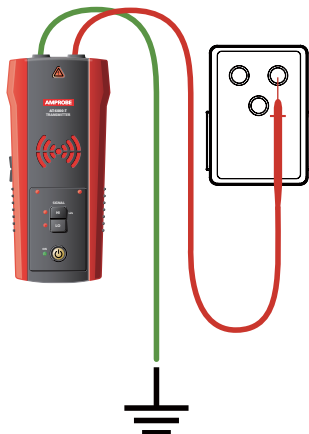

图3.1a: 采用独立地的正确连接
2. 将插座转换器插入到插座, 并将红色测试线连接到带电的火线(在系统的负载侧)。仅在发射器连接的负载侧与电源之间产生信号(见图3.1a)。